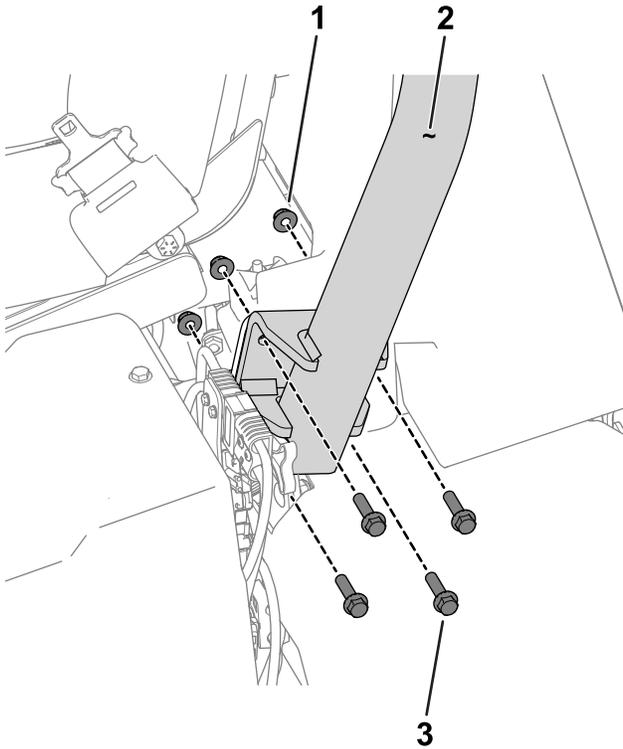

图 3
3. 用 8 个六角头螺栓 $\frac{3}{8}$ x 1 $\frac{1}{2}$ 英寸和 8 个螺母 $\frac{3}{8}$ 英寸将翻车保护杆固定到机器两侧的翻车保护杆支架上 图 3。